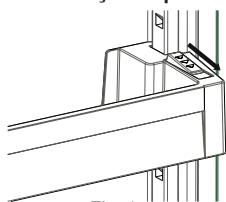

Fig. 1
**Pentru a modifica poziția raftului Adapti-Lift:** mențineți partea inferioară a acestuia și trageți de butoanele aflate pe partea laterală în direcția săgeții (Fig. 1).